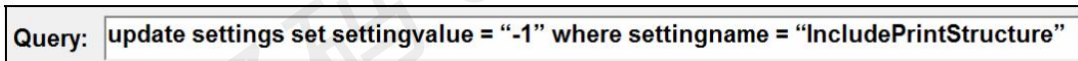

图 24：在[Query]文本框中输入以下指令：`update settings set settingvalue = "-1" where settingname = "IncludePrintStructure"`
3. 在画面下方的[Query]文本框中输入以下指令(图 24)。不区分大小写字母。下图显示的值为-1(负值)。